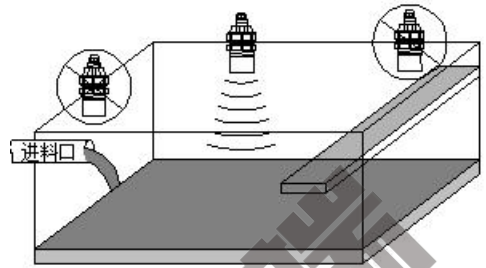

图 3-5
① 在测量范围内，不应有任何阻碍。
② 远离进料口。
③ 超声波发射面和测量介质间有障碍物存在的位置。如图 3-5 所示；